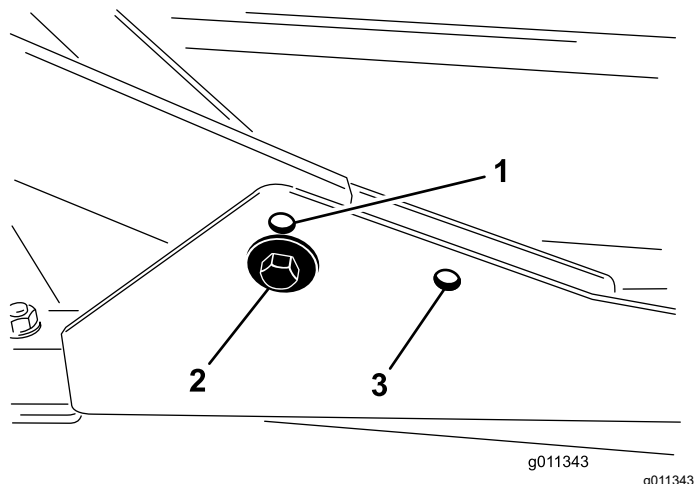

Figure 2
1. Pour les hauteurs de coupe entre 2 et 7,6 cm, montez les bâtis porteurs avant dans les trous avant inférieurs (Figure 2).
2. Pour les hauteurs de coupe entre 6,3 et 10,2 cm, montez les bâtis porteurs avant dans les trous avant supérieurs (Figure 2).
Quelle que soit la hauteur de coupe, le plateau de coupe arrière doit être monté dans les trous de montage arrière (Figure 2).